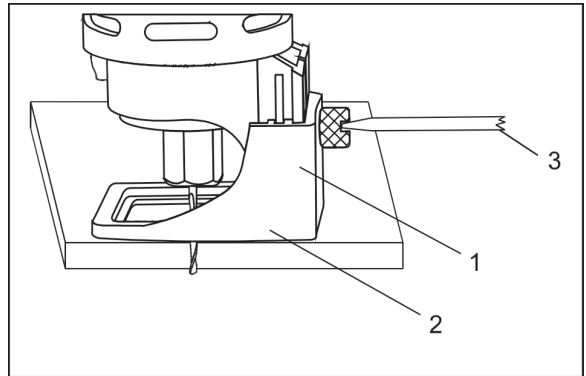

Рис. 11
4. После установки насадки, отверткой 3 отрегулируйте платформу 1 на необходимое заглубление фрезы (Рис. 11).